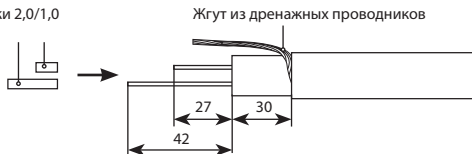

Рис. 3
4.1.3. Разрезать ножом и снять саморегулирующуюся матрицу (черный полимер между жилами кабеля). Укоротить одну жилу на 15 мм. Надеть термоусаживаемые трубки 2,0/1,0 длиной 20 и 35 мм на зачищенные жилы и усадить их с помощью воздушного термо-пистолета горячим воздухом (см. рис. 3). Температура усадки 200 °С.